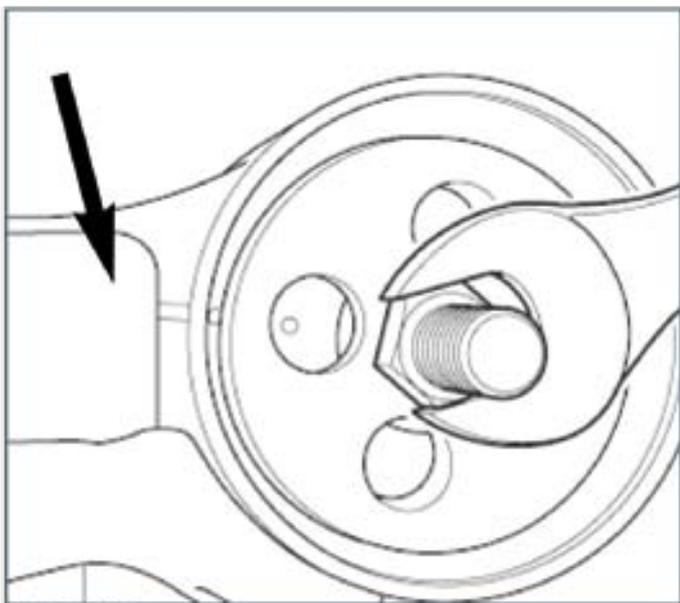

Abb. 4.38
7. Drehen Sie den Trichter "D" so, dass die Markierung mit der Markierung des Längslenkers ausgerichtet ist (Abb. 4.38).